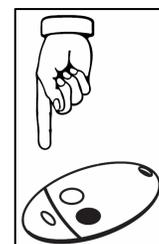

FIG. 10
5. La pantalla mostrará **"Desired button"** (botón deseado). Oprima el botón que quiera que active el portón como se muestra en la Fig. 10.